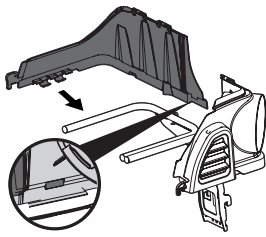

Figure 10
4. S'insérez le support du couvercle supérieur sur la barre de support de l'ensacheuse en l'inclinant légèrement. Faites pivoter l'ensemble vers le bas et dans l'ensemble du support de goulotte, en veillant à ce que la languette (illustrée à la Figure 10) soit verrouillée en place.